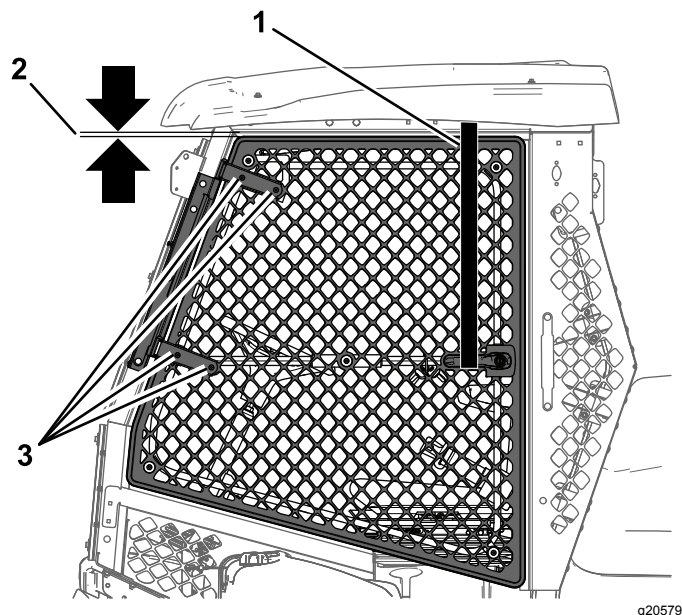

Figure 12
2. Placez une extrémité de la sangle à cliquet sur le longeron de cadre supérieur et l'autre extrémité sur la poignée de porte (Figure 12).
4. Desserrez les 4 boulons et les 4 écrous sur la charnière de porte (Figure 12).